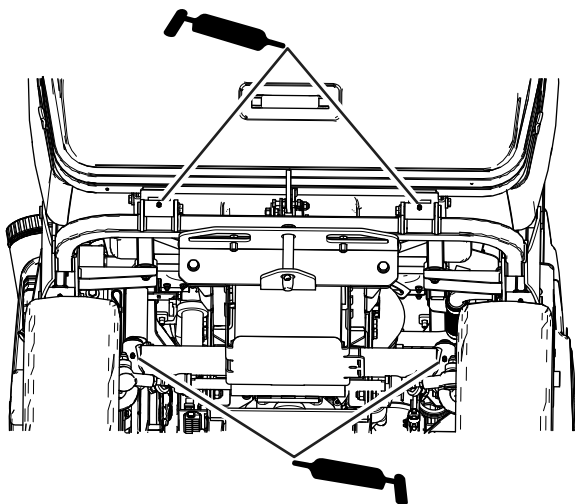

Figure 45
- Pivots de trémie et points de pivot de direction (Figure 45)